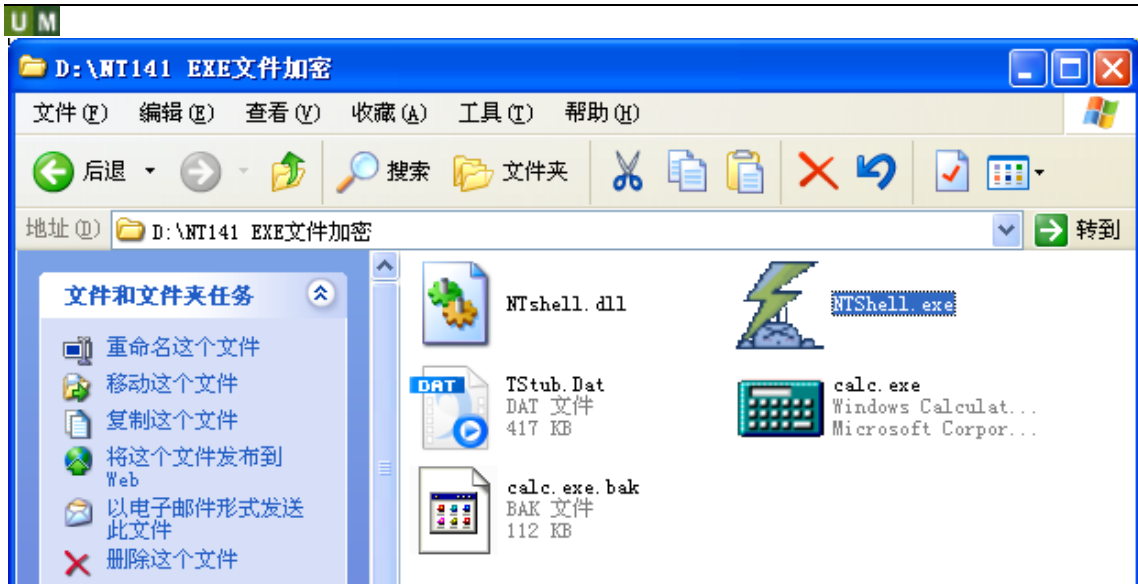

图 7.14 EXE 文件加密结果
8. 最后单击“开始加密”按钮，即可对选中的EXE文件进行加密，结果参考如图 7.14 所示。其中，calc.exe文件是加密后的文件；calc.exe.bak为没加密的EXE文件的备份。